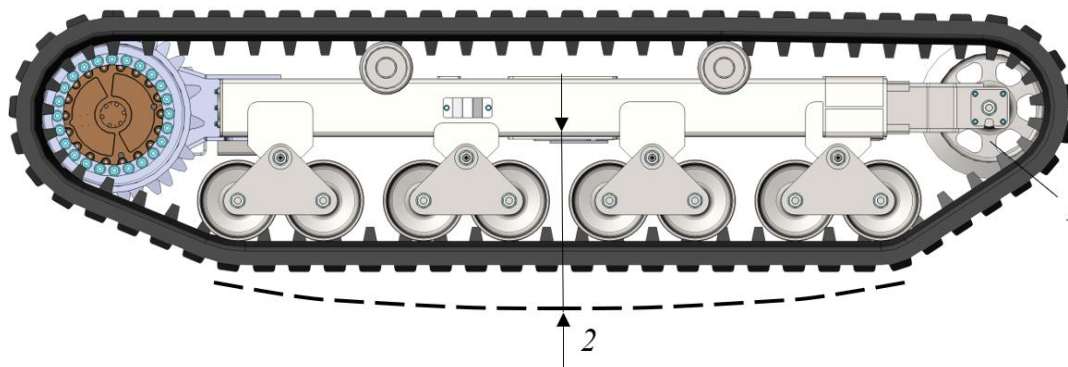

Рисунок 5.54. Проверка натяжения гусеницы
- ▶ Измерить провисание гусеницы. Провисание измеряется от накладке трубы тележки до нижней ветви гусеницы (см. рис. 5.54), оно должно составлять 520 ± 10 мм.